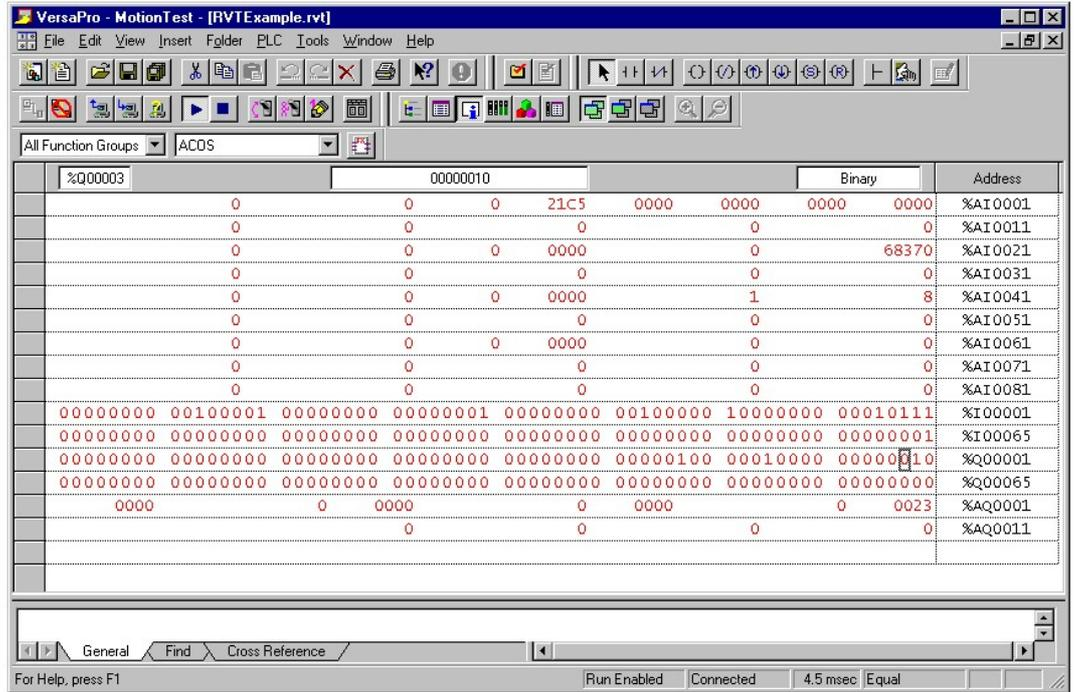

Рис. 10-23. Таблица просмотра ссылок
Теперь пользователь может вставлять переменные, определять форматы отображения переменных, точки переключения данных и посылать AQ-команды наряду с другими действиями. Более детальную информацию по строению RVT см. в документации по VersaPro. Один пример RVT, полезный для данной программы, показан на рис. 10-23.
**Примечание:** Пример *LLExample* программы является простым применением счетчика. Пользователь может использовать RVT для просмотра соответствующих параметров, чтобы удостовериться в активности программы и в ее правильном функционировании. Из RVT (рис. 10-23) можно видеть, что после запуска Local Logic прошла 1 минута и 8 секунд (см., соответственно, %AI0043 и %AI0041). Кроме того, прошло 68370 миллисекунд, как видно в %AI0021. Дополнительная информация, касающаяся интерфейса ПЛК между DSM и ПЛК, имеется в главе 5. После проверки программы на правильность работы следует сохранить папку.
Теперь после проверки нормальной работы программы Local Logic следует связать ее с программой движения. Вход в редактор программ движения выполняется способом, очень похожим на вход в редактор Local Logic. Этот редактор позволяет легко создавать, редактировать, сохранять и загружать программы движения. Чтобы создать программу движения, папка VersaPro должна быть открыта. В настоящем примере открытая папка VersaPro должна быть папкой, созданной как часть примера Local Logic в предыдущих разделах. Именем папки в данном примере является "MotionTest" ("Тест движения"). Процедуру открытия папки см. в документации по VersaPro. Если папка VersaPro открыта, выберите в меню команду File (Файл), затем New Program (Новая программа), после чего Motion... (Движение...) (рис. 10-23).